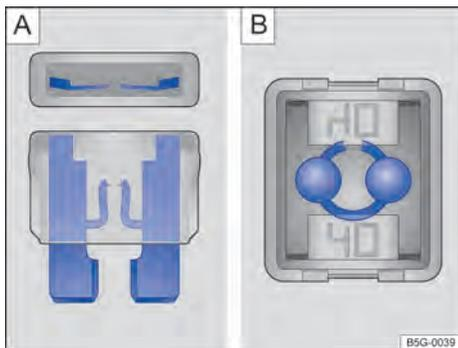

Fig. 214 Fusível queimado: **A** fusível plano, **B** fusível de bloqueio.
- Um *fusível plano* (ATO®, MINI®) queimado é reconhecido de cima ou de lado pela carcaça transparente nas faixas metálicas derretidas ⇒ Fig. 214 **A**.
- Um *fusível de bloqueio* (JCASE®) queimado é reconhecido pelas faixas metálicas derretidas por cima da carcaça transparente ⇒ Fig. 214 **B**.